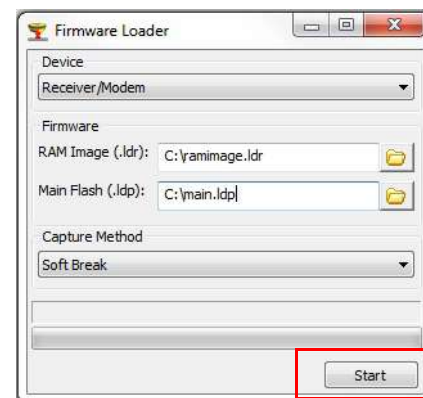

Рис. 8: Окно **Загрузка встроенного программного обеспечения**
3. Нажмите пиктограмму **Встроенное программное обеспечение**  в главном окне TRU. Откроется окно **Загрузка встроенного программного обеспечения** (Рис. 8). С помощью этого окна файлы встроенного программного обеспечения загружаются на подключенный приемник.
6. Перейдите к файлам памяти и прошивки приемной платы и выберите их (Рис. 8).